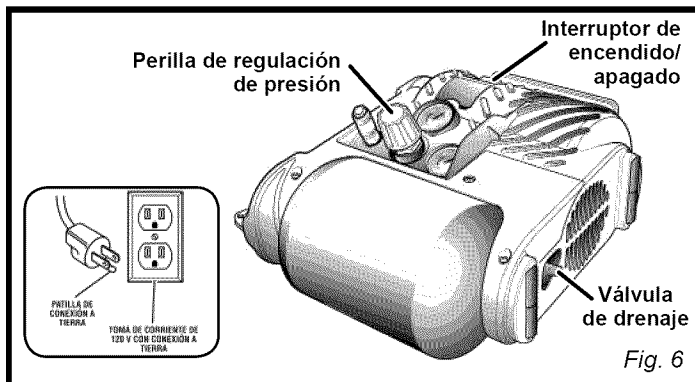

Fig. 6
- Asegúrese de que la válvula de drenaje del tanque está cerrada (consulte la fig. 6).
- Asegúrese de que el interruptor de alimentación de encendido y apagado (ON/OFF) se encuentra en la posición **OFF** (apagado) y que el compresor de aire está desconectado (consulte la fig. 6).
- Asegúrese de que el botón del regulador de la presión está girado por completo en el sentido contrario a las agujas del reloj (consulte la fig. 6).